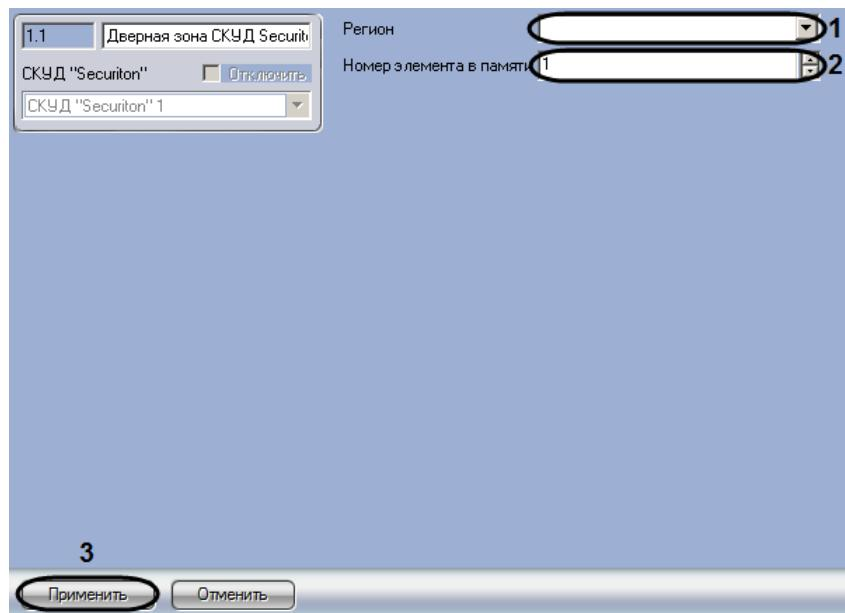

Рис. 3.4—12 Настройка дверной зоны
- Из раскрывающегося списка **Регион** выбрать объект **Регион**, соответствующий настраиваемой дверной зоне (см. Рис. 3.4—12, 1). В ПК *Интеллект* объекты **Раздел** создаются на вкладке **Программирование** диалогового окна **Настройка системы** на базе объекта **Область**.
- В поле **Номер элемента в памяти** ввести с помощью кнопок **вверх-вниз** уникальный среди объектов данного типа номер дверной зоны (см. Рис. 3.4—12, 2).